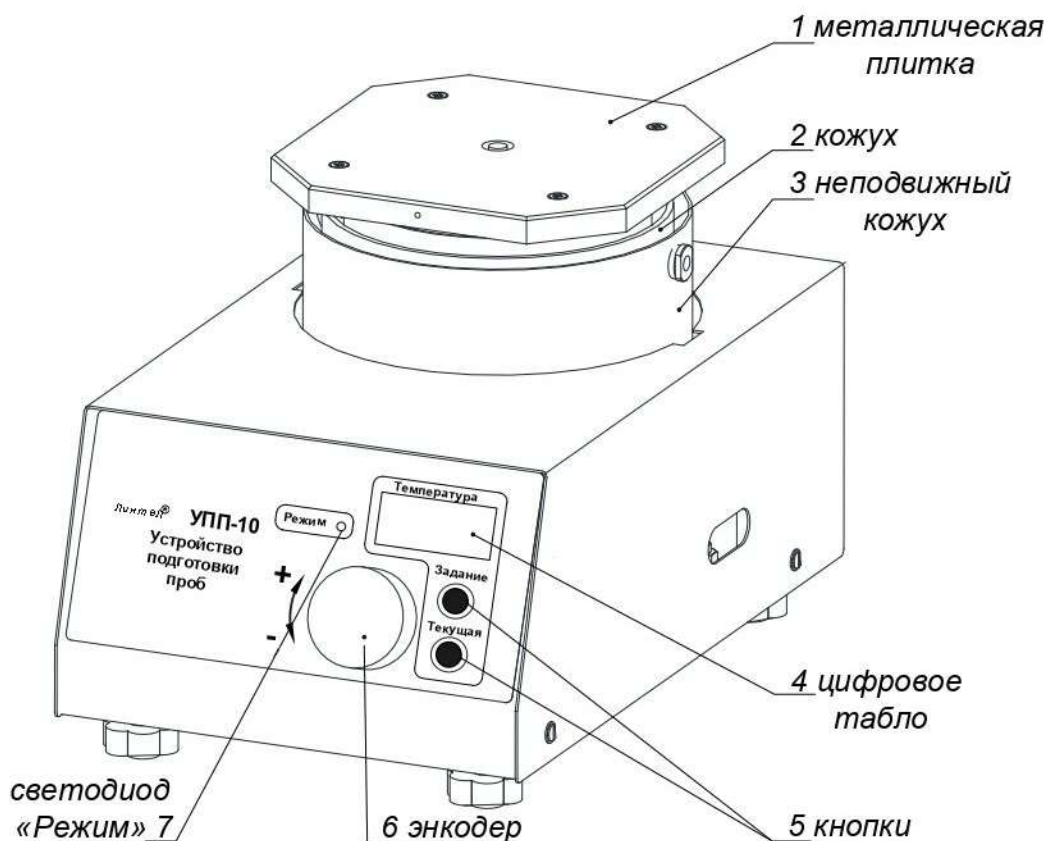
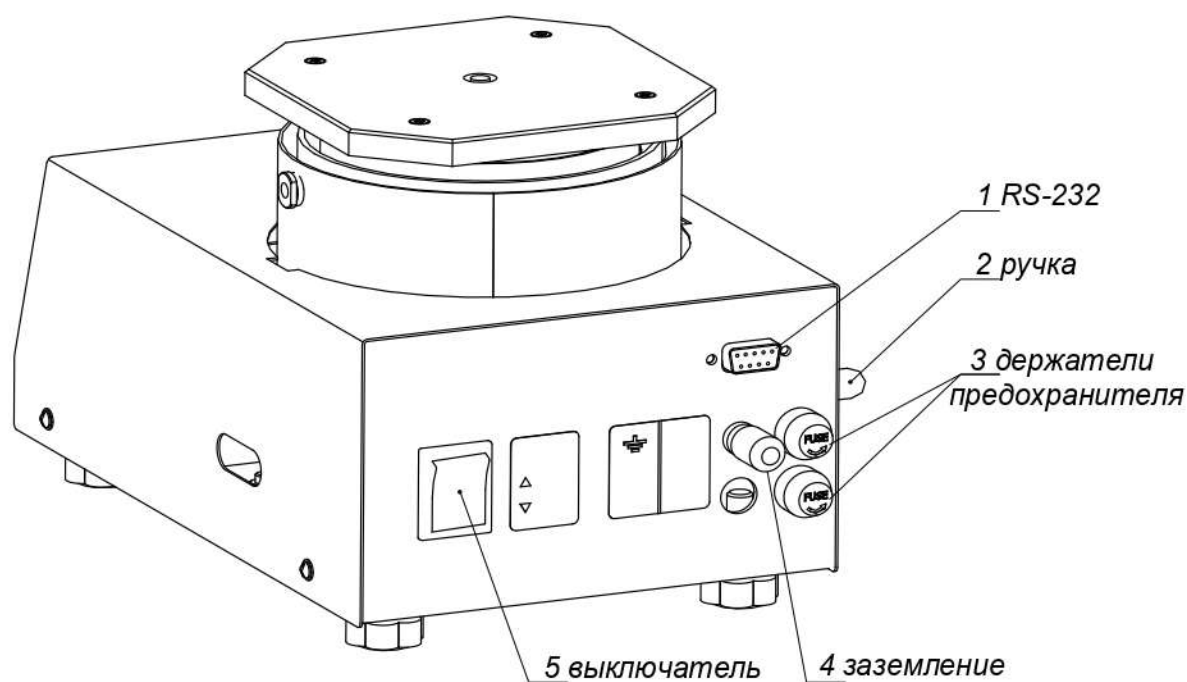

Рисунок 1 - Внешний вид устройства УПП-10 – вид спереди
Рисунок 2 - Внешний вид устройства УПП-10 – вид сзади
1.4.2.3 Блок нагрева (см. рисунок 1) включает в себя металлическую плитку 1, установленную на подвижном (качающемся) цилиндрическом кожухе 2, которые имеют две степени свободы движения относительно наружного неподвижного кожуха 3. Изменение угла и направления наклона плитки и кожуха производится при помощи ручки 2 (см. рисунок 2). В задней части блока нагрева находятся держатели предохранителя 3, зажим заземления 4, выключатель (тумблер «Сеть») 5 и разъем RS-232 (позиция 1).
- 1.4.2.7 Блок нагрева (см. рисунок 1) снабжен энкодером 6 для задания температуры и кнопками 5 для отображения заданной и текущей температур (см. таблицу 2). Заданная и текущая температуры отображаются на цифровом табло 4 (см. рисунок 1). Светодиод «РЕЖИМ» 7 (см. рисунок 1) служит для индикации режима работы устройства. Назначение элементов индикации представлено в таблице 3.
- 2.3.2 Включить тумблер «Сеть» (см. рисунок 2 – выключатель).
- 4.2.1 Включить устройство тумблером «СЕТЬ» (см. рисунок 2 – выключатель). После включения на цифровом табло будет отображаться значение заданной температуры. При помощи энкодера задать температуру на 80°C выше температуры размягчения испытуемого образца битума.